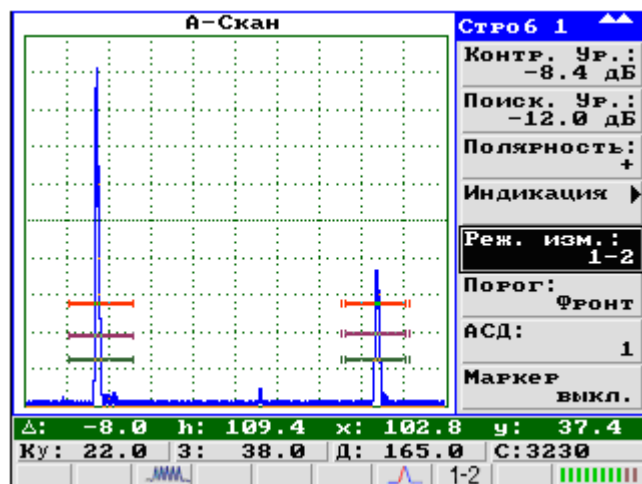

Рисунок 33
7.5.2 Для настройки измерителя необходимо застробировать сигнал (сигналы) (рисунок 33), для чего нужно войти в меню «Строб1» (рисунок 18) или «Строб2» и установить необходимые параметры в пункте «Начало» и «Длительность».